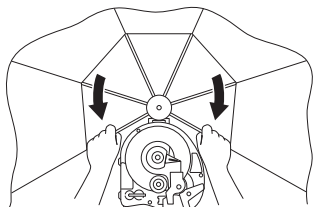

Fig. 49
- (2) Abra completamente el protector tirando de los brazos tal como se muestra abajo, hasta que se escuche un clic. (Fig. 49)